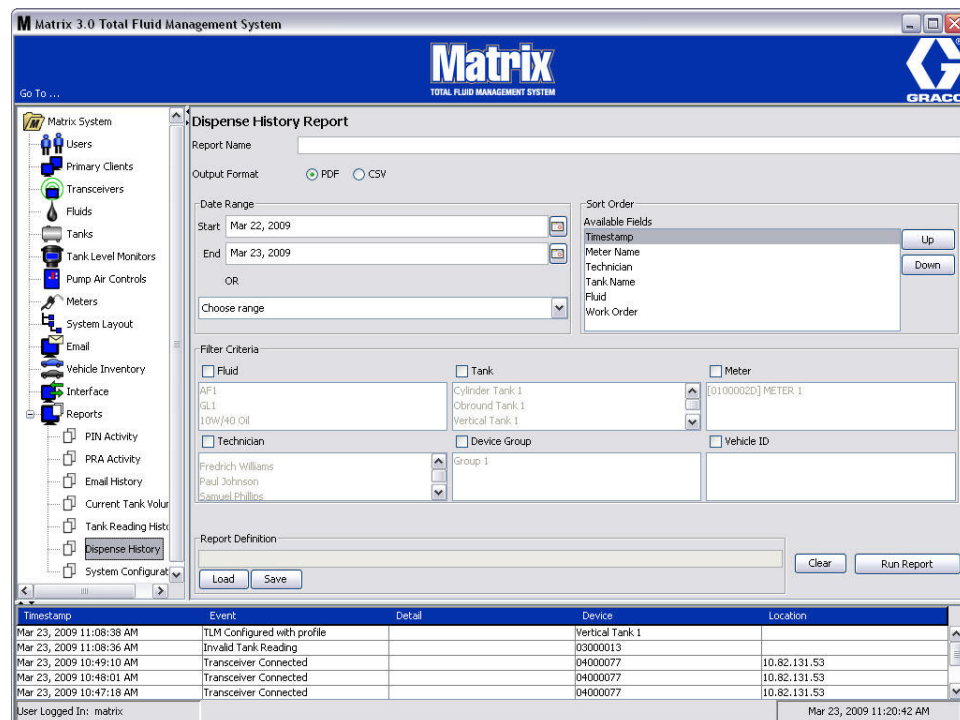

FIG. 177
- Doseergeschiedenis (FIG. 177)